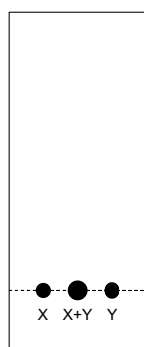

Рис. 1.1. Пятна на ТСХ до проведения хроматографии;
- Перед использованием проверьте пластинки для ТСХ. Если они повреждены, их можно заменить без штрафа (для замены обратитесь к преподавателю). Нарисуйте карандашом линию старта в нижней части пластинки (см. рис. 1.1).
небольшое количество смеси стеклянным капилляром и нанесите на пластик для ТСХ два пятна: в центре и справа. Также нанесите на пластинку в центре и слева нужное количество раствора 1,4-DHP, полученного в пункте (3). На пластинке для ТСХ у Вас должно получиться три пятна, при этом пятно в центре должно содержать и реакционную смесь, и 1,4-DHP (см. рис. 1.1). Поместите пластинку в камеру для ТСХ, заполненную элюентом, и проведите хроматографию (см. рис. 1.1 и 1.2). По окончании хроматографии отметьте карандашом линию фронта растворителя. Поднесите пластинку к УФ-лампе (254 нм) и четко обведите карандашом пятна, проявившиеся при облучении. Определите степень протекания реакции по полученной хроматограмме. Если в реакционной смеси обнаруживается значительное количество 1,4-DHP, продолжайте проведение реакции и повторите ТСХ-анализ через 10 минут. [Учтите, что в пункте (8) Вам также предстоит выполнить ТСХ]. Поместите пластинку с последней из выполненных хроматограмм в пластиковый пакет, подписанный «А».